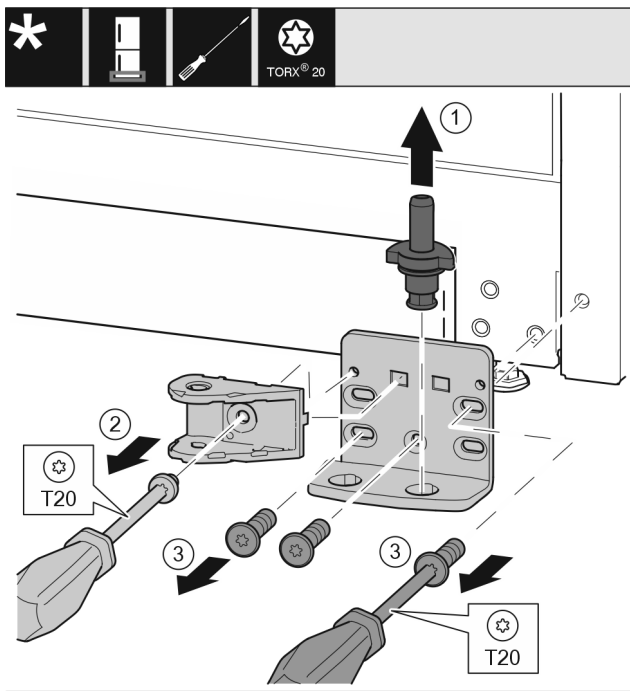

Fig. 23
- ▶ Опорний гвинт цілком витягніть рухом вгору. Fig. 23 (1)
- ▶ Викрутіть гвинт за допомогою викрутки T20 та зніміть з'єднувальний елемент демфера. Fig. 23 (2)
- ▶ Викрутіть гвинти за допомогою викрутки T20 та зніміть опорний кронштейн. Fig. 23 (3)